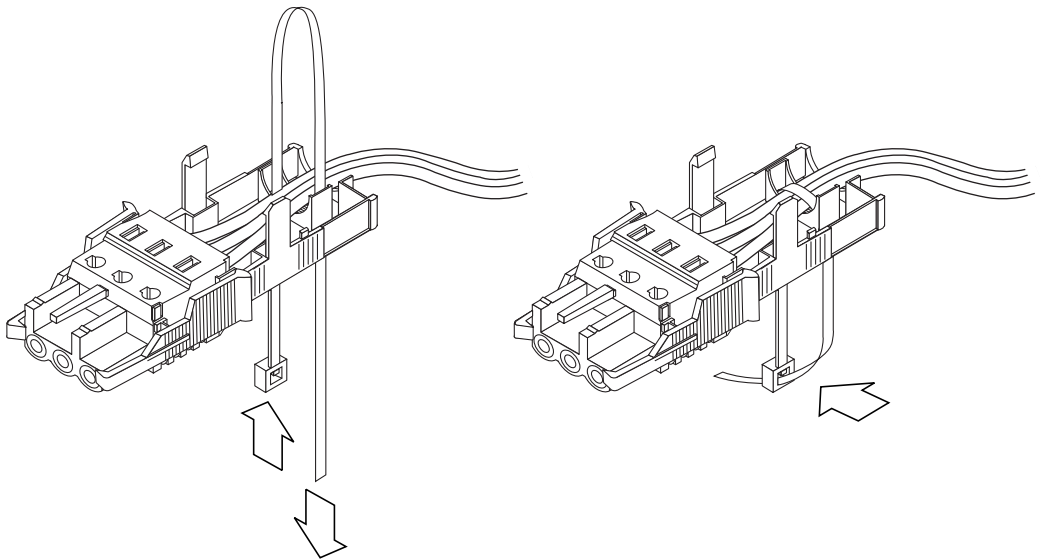

图 3-12 将导线固定到减缓应变外罩上
4. 将线夹环绕在导线上，从减缓应变外罩中引出，并拉紧线夹，以使导线固定到减缓应变外罩上（图 3-12）。